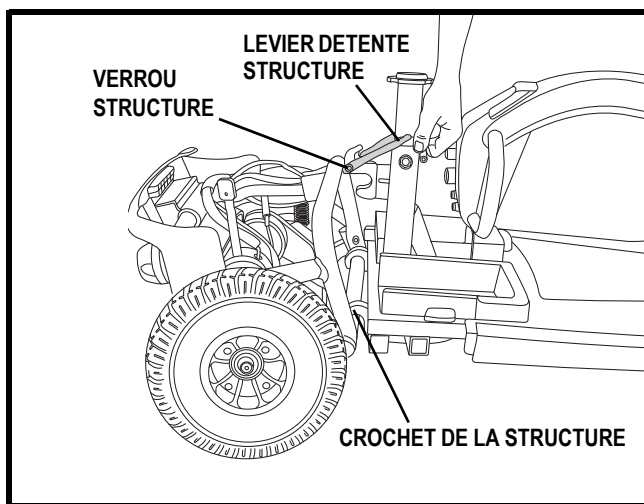

Figure 23. démontage de la structure (détente)
- Soulevez le levier de détente de structure. Voir la figure 23.
- Soulevez la section avant jusqu'à ce que les crochets de la section avant soient dégagés de la section arrière. Voir la figure 23.
- Séparez les deux sections. Voir la figure 23.